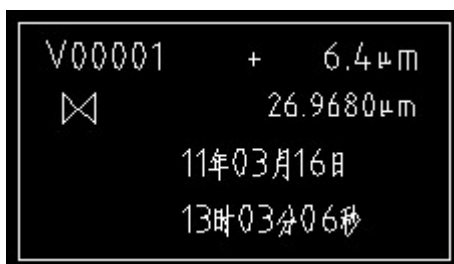

图 9
1、在测量状态下如图 1，短按“→”键保存该测量界面下所对应的通道的数据如图 9 所示